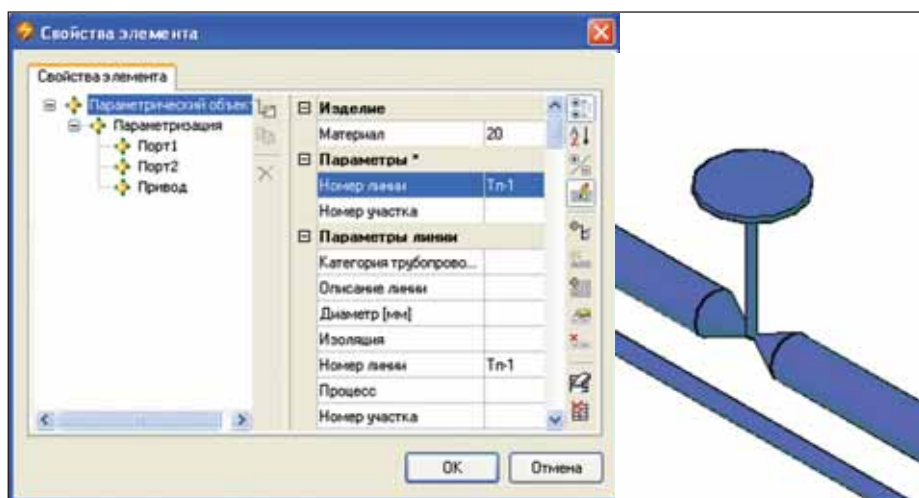

Рис. 10. Вставка эскиза арматуры
■ *вставка эскиза арматуры* (рис.10). Диаметр берется по участку трубопровода, на котором размещается арматура. Эскиз представляет собой условное изображение арматуры, обладающее определенным набором геометрических параметров (длина, диаметр, высота привода). Задание